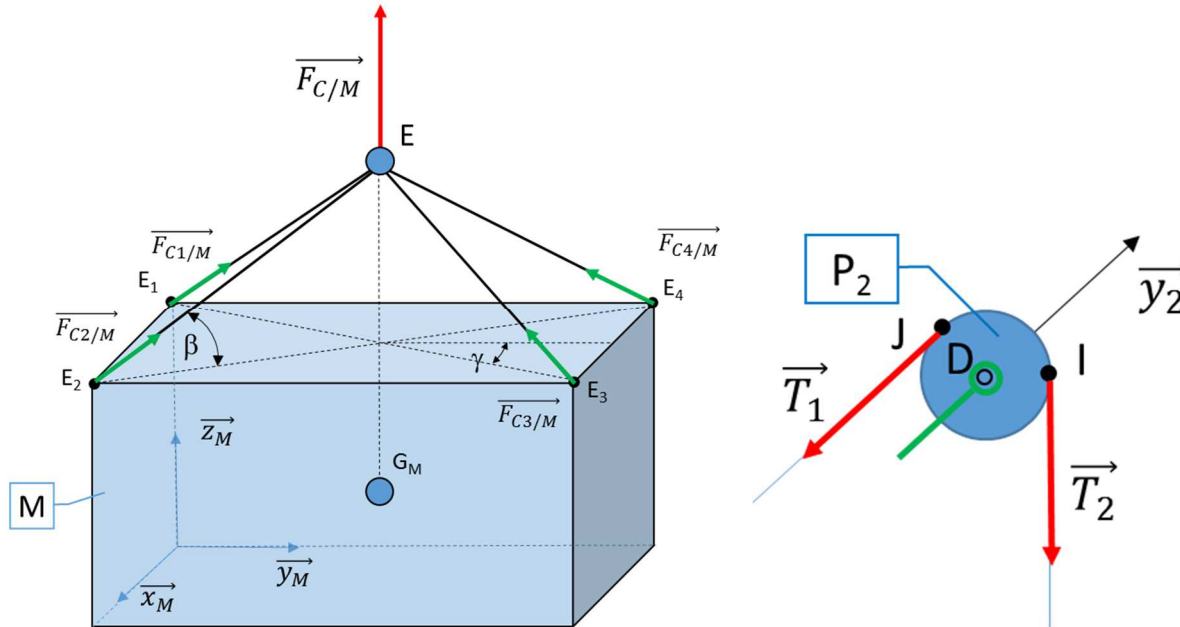

Figure 2 : Levage du container et actions du câble sur la poulie P_2
Le container transporté par la grue est représenté Figure 2. Il est suspendu et immobile. Les câbles C_1 , C_2 , C_3 et C_4 sont tendus, de poids négligeables et ont même longueur. Le système est symétrique et de fait, les forces de tension des câbles sont égales en norme à F . Traduire l'équilibre statique et exprimer les forces de tension des câbles $\vec{F}_{C_i/M}$ ($i=1,2,3,4$) et $\vec{F}_{C/M}$ en fonction de la masse M du container, de g et des paramètres géométriques β et γ . La position du container est telle que les axes $(O_0, \vec{z}_{0,1})$ et (E_1, \vec{z}_M) sont parallèles.
- Déterminer le torseur d'action résultant des actions $\vec{T}_1 = -T_1 \vec{y}_2$ et $\vec{T}_2 = -T_2 \vec{z}_0$ des deux brins de câble sur la poulie P_2 , en D (Figure 2).
- Déduire le torseur d'action de la flèche (2) sur la poulie P_2 en D.
3. Equilibre de la flèche (2)
- Faire le bilan des actions mécaniques extérieures s'exerçant sur la flèche (2). On notera V la norme $\|\vec{F}_{4/2}\|$ de l'action de (4) sur (2). On exprimera $\vec{F}_{4/2}$ dans la base $(\vec{x}_1, \vec{y}_1, \vec{z}_{0,1})$, en fonction de V et ψ .